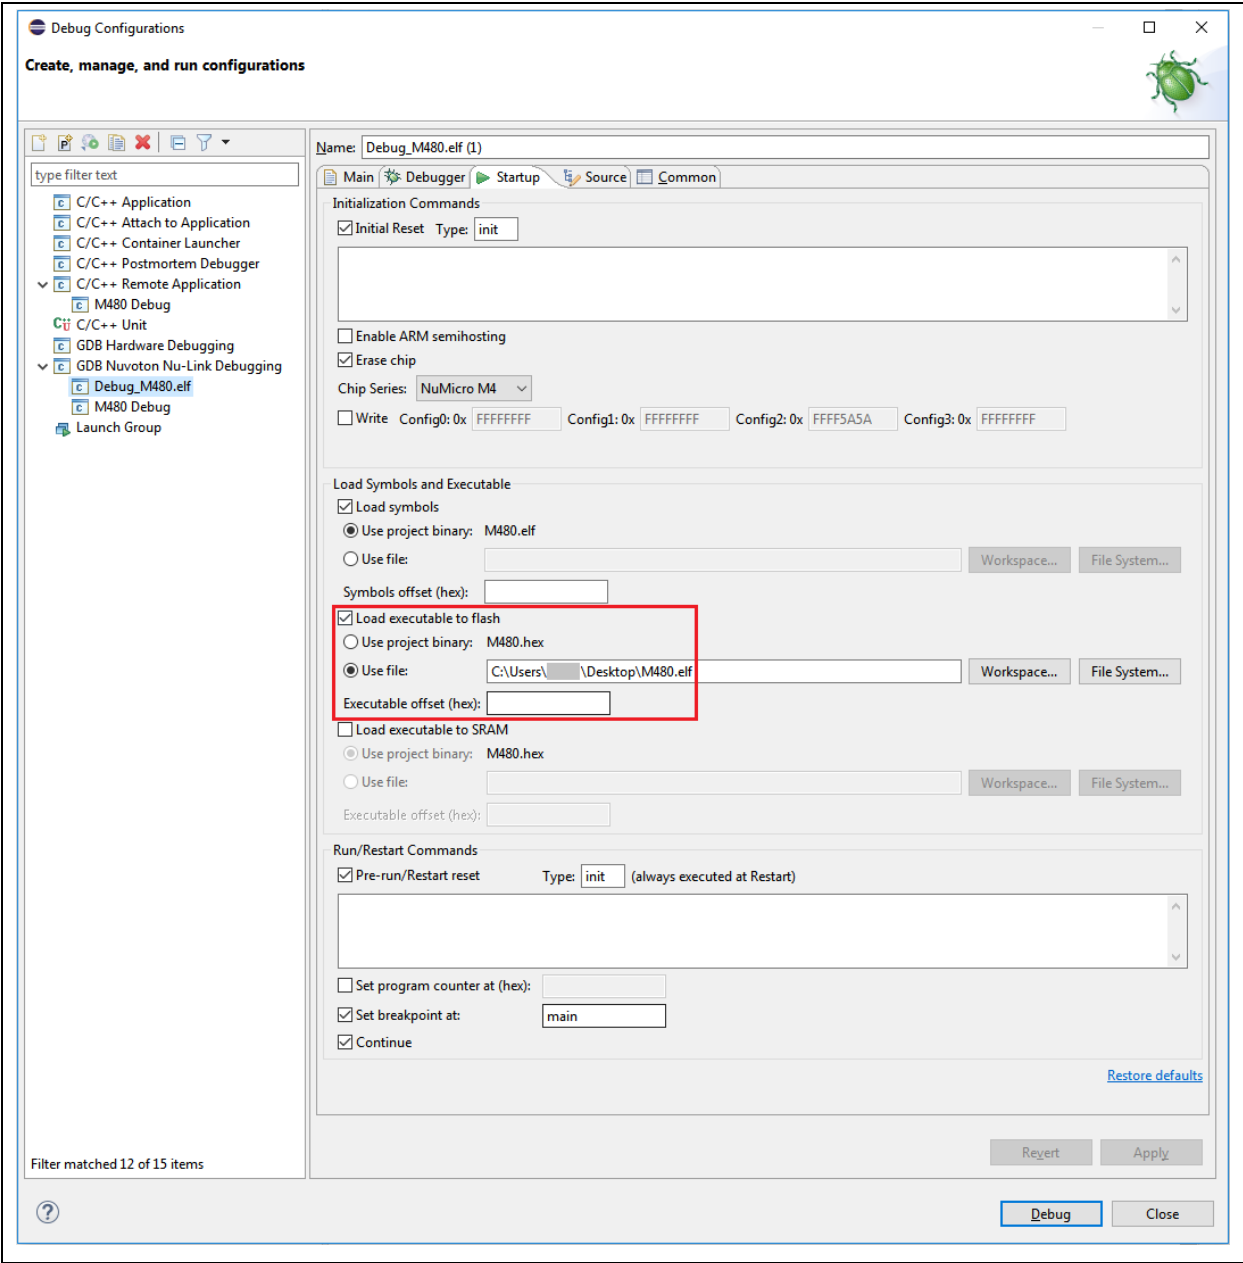

图 4-30 选择欲载入的 ELF 檔
5. 在调试配置中选择欲载入的ELF文件（请参阅图 4-30）。